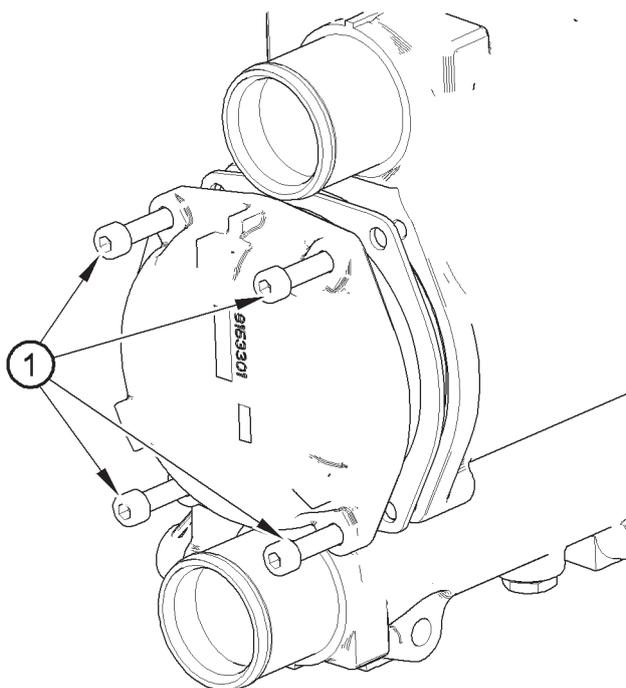

Abbildung 15
5. Lösen Sie die Schrauben (Abbildung 15 Nummer 1) und entfernen Sie die Endkappe.